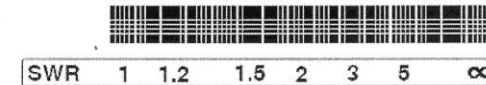

Figura 10. Medidor de ROE a barra
Activa y desactiva el algoritmo *IntelliTune*™. Cuando el sintonizador no puede encontrar en la memoria un ajuste apropiado, se inicia la función de cálculo, que mide la impedancia compleja de la antena (carga) a esa frecuencia y calcula los componentes L y C necesarios para adaptarla. Finalmente, efectúa un proceso de ajuste fino de los valores de los componentes. Si por alguna razón no se puede calcular la impedancia de carga, procede a ensayar otro método de cálculo. Esta función está activada por omisión, pero puede ser anulada si se desea. Véase la figura 10 para los indicadores del *IntelliTuner* en la pantalla.
Activa o desactiva el indicador acústico de la ROE. Este indicador es una serie de uno a cinco pitidos: un pitido indica una ROE de 1,5 o inferior; dos pitidos indican una ROE entre 1,6 y 2,0; tres pitidos indican una ROE entre 2,1 y 2,5; cuatro pitidos, entre 2,6 y 3, y cinco pitidos delatan una ROE superior a 3. Esta función es independiente del ajuste del pitido de reconocimiento (ver "Menú de pitido"). Cuando está activada, aparece una nota musical (♪) en la esquina inferior derecha del menú principal. Ver la figura 10. Por omisión, esta función está desactivada.
Los límites superiores de inductancia (L) y de capacidad (C) están definidas en fábrica de acuerdo con la frecuencia y la potencia máxima; así por ejemplo las frecuencias más altas precisan menos inductancia y menos capacidad cuando la red L está adecuadamente ajustada. Pulsando [C-UP] y/o [L-UP] se permite aumentar los valores de capacidad e inductancia, pero sólo hasta dichos límites. Cuando un valor de capacidad o inductancia seleccionado manualmente resulta mayor que el límite permitido al cambiar de frecuencia, se reduce automáticamente esa selección hasta el valor del límite. Tales límites se aplican para prevenir adaptaciones de impedancia por fuera de los valores de las especificaciones del sintonizador y que podrían resultar en valores de tensión o intensidad excesivos sobre los componentes de sintonía. Este ajuste manual no queda grabado en la memoria no volátil y vuelve al valor por omisión cuando se apaga la alimentación. Ver la figura 10 para los indicadores del límite LC en la pantalla.